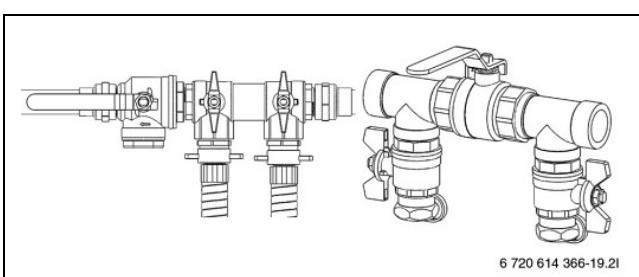

Fig. 21 Vulinrichtingen in de vulpositie
- VentieLEN van de vulinrichting op de vulpositie zetten (→ Fig. 21).